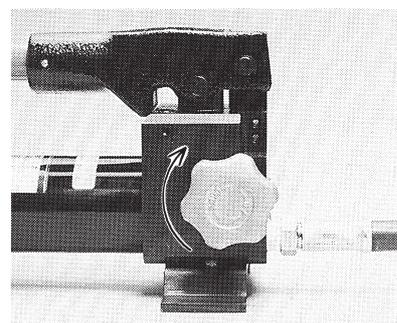

図3
3. 戻しハンドルを右 (-UP→) にいっぱい回します。(図3)